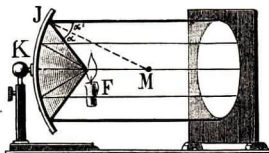

Abb. 228. Reflektor
3. Was tritt im **Brennpunkt ein**? a) Rückt die Lichtquelle **A** in den Brennpunkt **F** (Abb. 228), so werden die von ihr auf den Spiegel treffen-